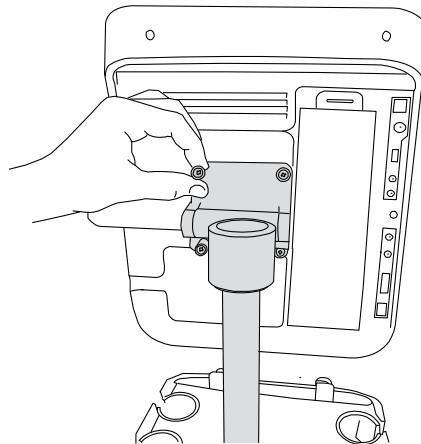

Figure 3 Serrer les vis sur la plaque de fixation
- 3** Serrer la vis aux quatre coins de l'échographe jusqu'à ce que celui-ci soit stable. Si nécessaire, utiliser un tournevis cruciforme. Voir Figure 3.
- 1 Soutenir l'échographe et desserrer la vis aux quatre coins de la plaque de fixation. Si nécessaire, utiliser un tournevis cruciforme. Voir Figure 3.